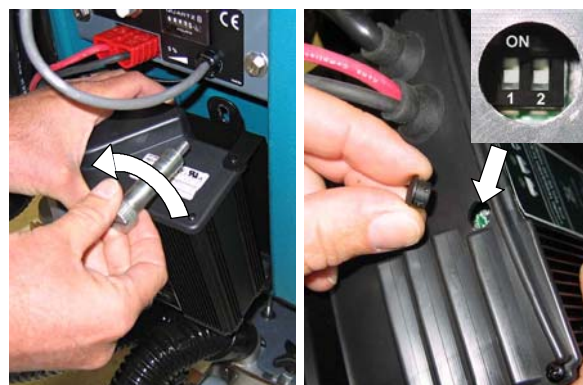

FIG. 29
1. Fjern laderen fra maskinen (Fig. 29).
2. Fjern stikket fra bunden af laderen for at få adgang til profilkontakterne (Fig. 29).